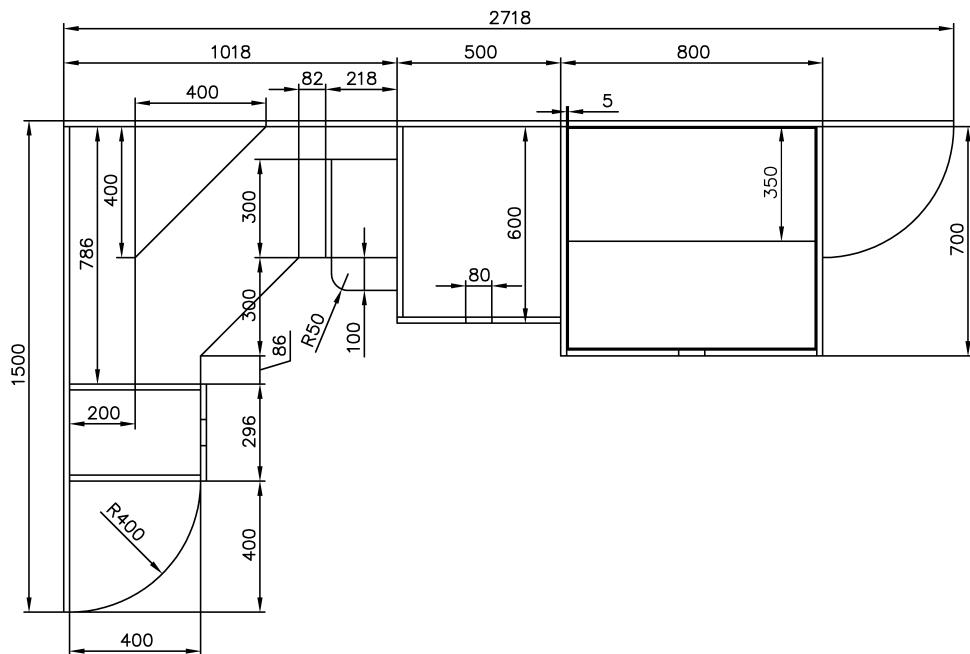
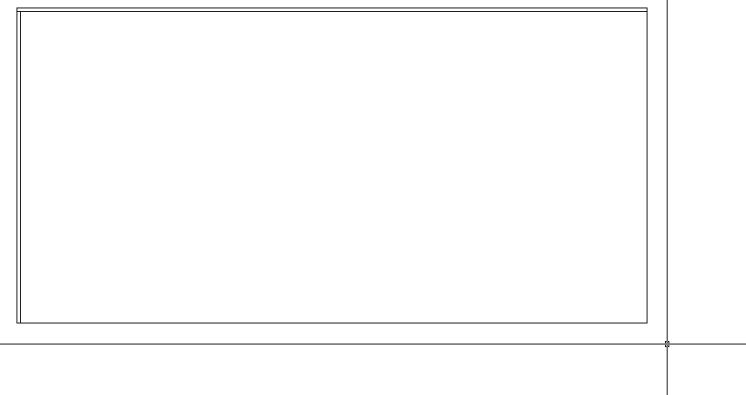

Рис. 4.3 ▼ Чертеж нижней части рабочей зоны с основными размерами конструктивных элементов
Рис. 4.7 ▼ Стык задней и левой боковой стенок оформлен должным образом
Создание любого вида сверху лучше всего начинать с обозначения габаритных размеров. Если вы хорошо усвоили материал предыдущих глав, то чертеж, показанный на рис. 4.3 (без выдвижной подставки для клавиатуры – о ней мы поговорим позже), который вам предстоит создать в этой и следующей главах, вам не покажется слишком сложным.
Да, ряд инструментов (например, обеспечивающих вычерчивание окружностей), мы еще не рассматривали, но остальные элементы чертежа вы сможете создать с помощью уже известных вам инструментов **С линиями** (Line), **Подобие** (Offset), **Сопряжение** (Fillet), **Обрезать** (Trim) и **Удлинить** (Extend). Более того – создать большую часть элементов чертежа, показанного на рис. 4.3, мож-
Поскольку, как известно, повторение – мать учения, мы начнем работу с повторения приемов черчения с использованием упомянутых выше инструментов. Как видно из рис. 4.3, чтобы начертить внутренние линии конструктивных элементов, достаточно скопировать внутрь чертежа линии, обозначающие габариты рабочей зоны. Расстояние смещения при этом мы будем считать равным 18 мм. На практике мебель могут изготавливать из плит ДСП или массива дерева толщиной 16–28 мм, а неответственные элементы могут иметь толщину 10–14 мм. Точно так же, столешницы могут иметь толщину 38 мм и больше, но мы будем считать, что практически все конструктивные элементы рабочей зоны изготовлены из плиты ДСП толщиной 18 мм. Исключение лишь составляют стенки выдвижного ящика парты, которые имеют толщину 5 мм.
- Теперь необходимо сопрячь угол с помощью инструмента **Сопряжение** (Fillet), а затем продлить внутреннюю горизонтальную линию, как на рис. 4.3, с помощью инструмента **Удлинить** (Extend) до пересечения
12. Запустите инструмент **Удлинить** (Extend), например, введя в командном окне **у** (EX) или выбрав из меню команду **Изменить** ⇒ **Удлинить** (Modify⇒Extend).
13. Выберите в качестве ограничивающего ребра левую вертикальную линию, а затем, нажав **Enter** для завершения выбора, щелкните отмечаяющим указателем на нижней горизонтальной линии. AutoCAD продлит эту линию до пересечения с ограничивающим ребром в соответствии с рис. 4.3 и предложит выбрать следующую линию для продления. Нажмите **Enter** для завершения команды **Удлинить** (EXTEND). Чертеж примет вид, показанный на рис. 4.7.
5. Руководствуясь рис. 4.3, задайте значение смещения равным 400 мм (то есть в ответ на приглашение AutoCAD введите в командном окне **400**).